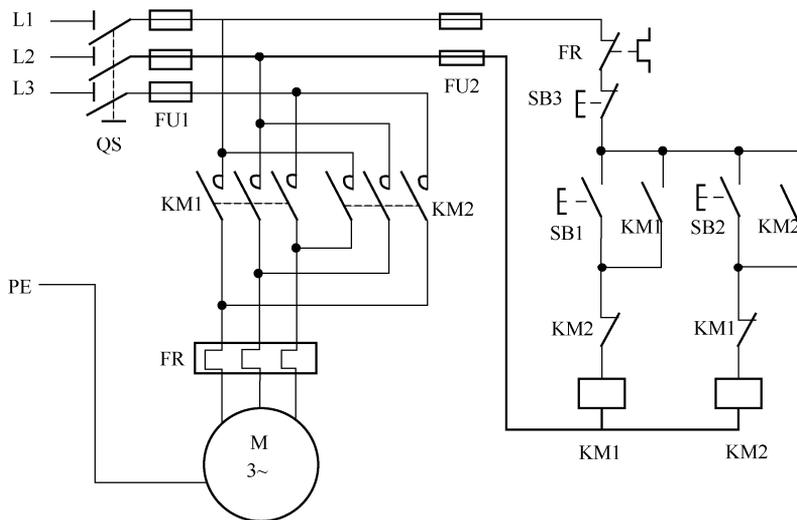

图 2-3 接触器联锁正、反转控制电路
2. 接触器联锁正、反转控制电路原理图，如图 2-3 所示。